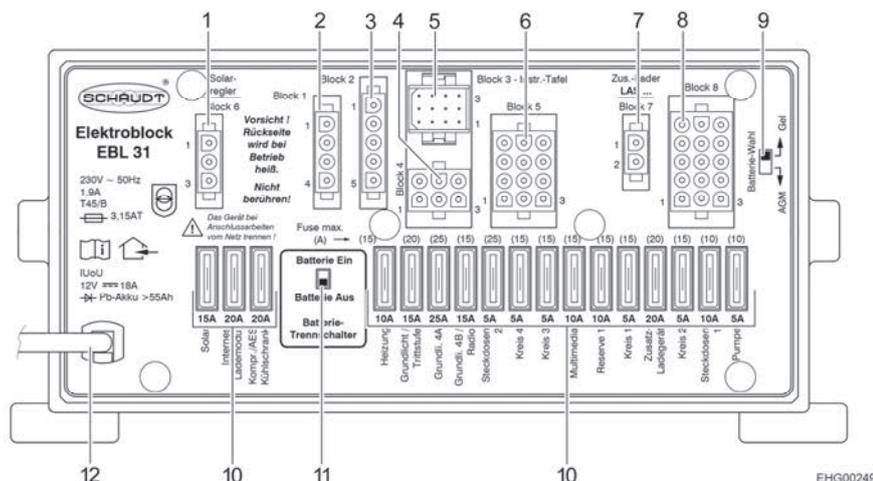

Fig. 99 Bloque eléctrico (EBL 31)
- ▷ Los consumidores, como el propio bloque eléctrico, el panel, la calefacción, el regulador de carga solar (si está presente) y otros aparatos, consumen una pequeña cantidad de corriente standby y, por tanto, descargarán la batería del habitáculo con el tiempo. Por ello, situar el separador de batería (Fig. 99,11) en el bloque eléctrico en "Batterie Aus" (batería Off), cuando el vehículo no se utilice durante un tiempo prolongado.